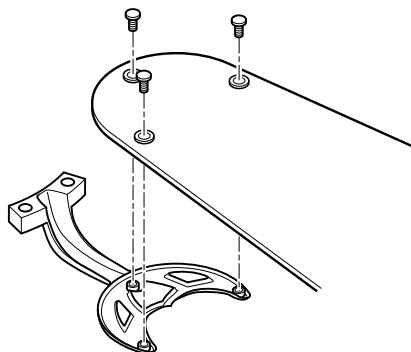

Figure 6b – Fixation de la pale de ventilateur au support en fer
2. Fixez chaque pale au support en fer avec trois vis d'assemblage comme indiqué à la figure 6b.